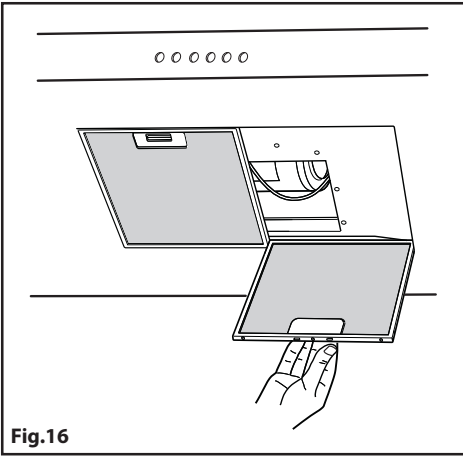

Fig.16
- Se il piano di cottura che si utilizza è elettrico, a gas o ad induzione, la distanza minima fra questo e la parte più bassa della cappa deve essere di almeno **65 cm**. Se dovesse essere usato un tubo di connessione composto di due o più parti, la parte superiore deve essere all'esterno di quella inferiore. Non collegare lo scarico della cappa ad un condotto in cui circoli aria calda o utilizzato per evacuare fumi degli apparecchi alimentati da un'energia diversa da quella elettrica. Prima di procedere alle operazioni di montaggio, per una più facile manovrabilità dell'apparecchio disinserire i filtro/i antigrasso (Fig.16).
- Se il vostro apparecchio è dotato di camino inferiore che necessita di fissaggio al corpo cappa con le viti, rimuovere dalla cappa i filtri antigrasso agendo sulle apposite maniglie (Fig.16).